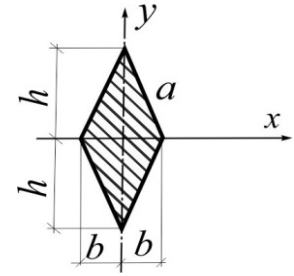

Рис.3.47
3.47. Для сечения в виде ромба определить, при каких соотношениях  $h/b$  будут максимальными  $I_x$ ,  $W_x$ . Сторона ромба равна  $a$  (рис.3.47).